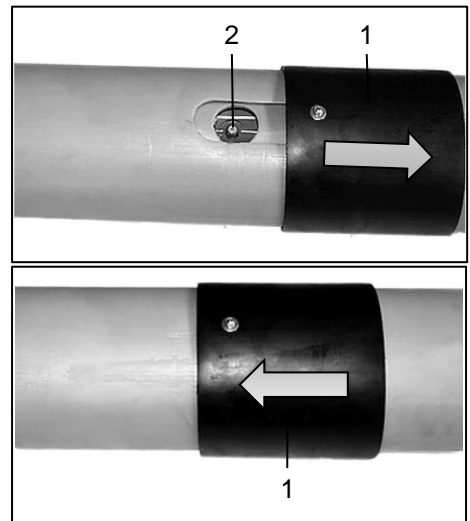

Bild 146: Profilrohre
- Schieben Sie die Abdeckung (Bild 146 / Pos. 1) zurück.
- Ziehen Sie die Gelenkwelle auseinander und verdrehen Sie Gelenkwelle und Schutz zueinander bis der Schmiernippel in der Öffnung steht (Bild 146 / Pos. 2).
- Schließen Sie nach dem Abschmieren die Öffnung mit der Abdeckung (Bild 146 / Pos. 1).